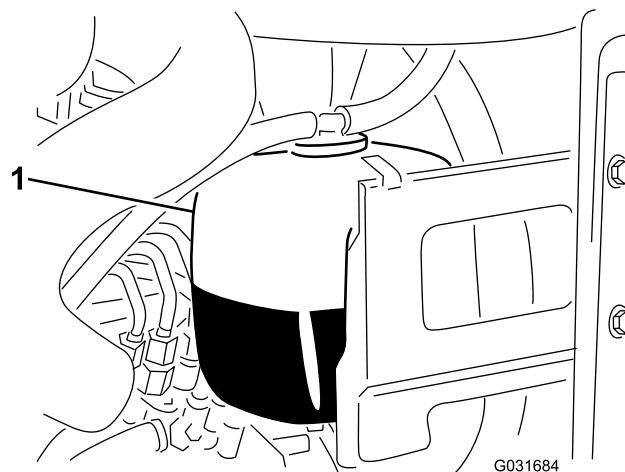

Рисунок 49
1. Проверьте уровень охлаждающей жидкости в расширительном бачке (Рисунок 49).